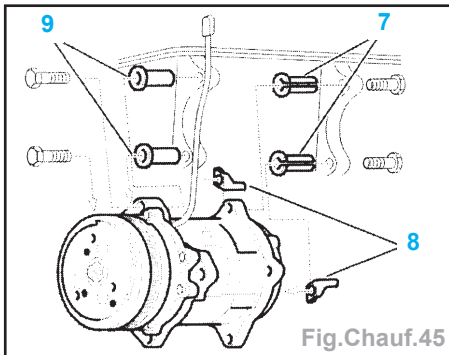

Fig.Chauf.45
- Vérifier la présence des deux entretoises fendues (7 et 9) (Fig.Chauf.45).